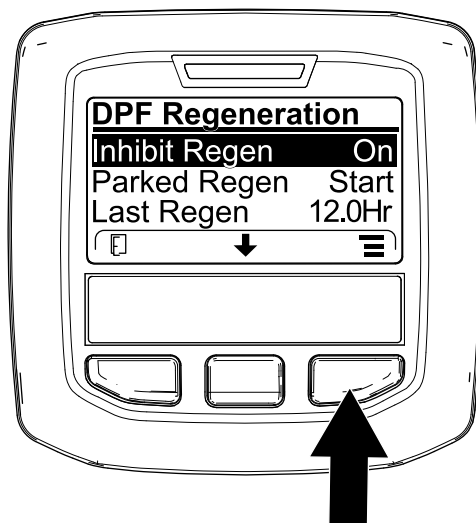
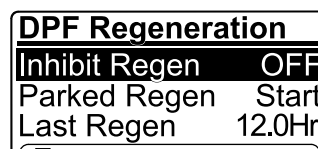

図 35
図 36
1. DPF Regeneration メニューで、中央ボタンを押して再生禁止 INHIBIT REGEN オプションに移動し、右ボタンで中に入る 図 35。
2. 右ボタンを使って、設定を ON から OFF 図 35 または OFF から ON に変える 図 36。